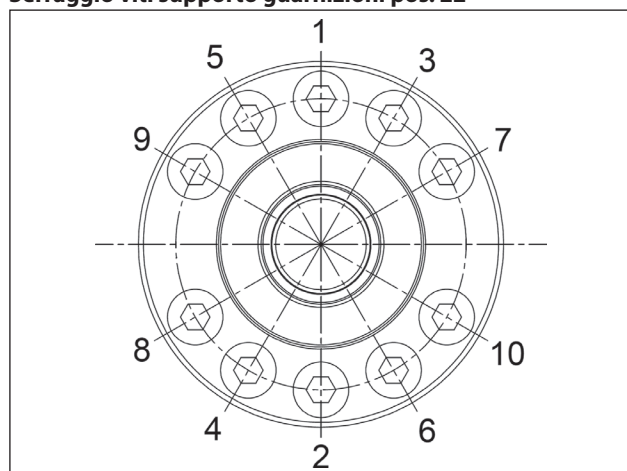

Fig. 132
** Le viti fissaggio supporti, schema Fig. 132, devono essere serrate in due fasi: